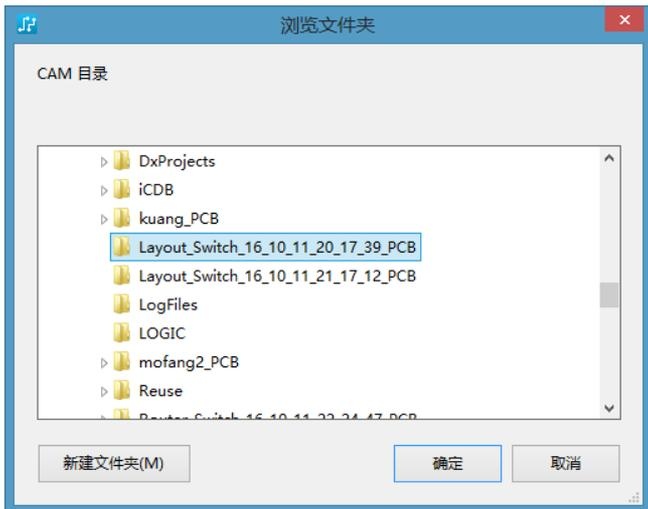

图 16-3 “浏览文件夹”对话框
(1) 文档名称 该列表框用于显示 CAM 文件，这些文件可以是光绘、打印或绘图文件。
(2) 摘要 当在“文件名称”列表框中选择一个 CAM 文件时，则在“摘要”列表框中显示该文件的概要说明。
(3) CAM 目录 该选项用于设置保存 CAM 输出文件的路径。若设置为“default”，则表示文件保存在 PADS 的默认目录下；若设置为“<创建>”，则弹出如图 16-2 所示的“CAM 问题”对话框，单击“浏览”按钮，弹出如图 16-3 所示的“浏览文件夹”对话框，在该对话框中选择存放路径。